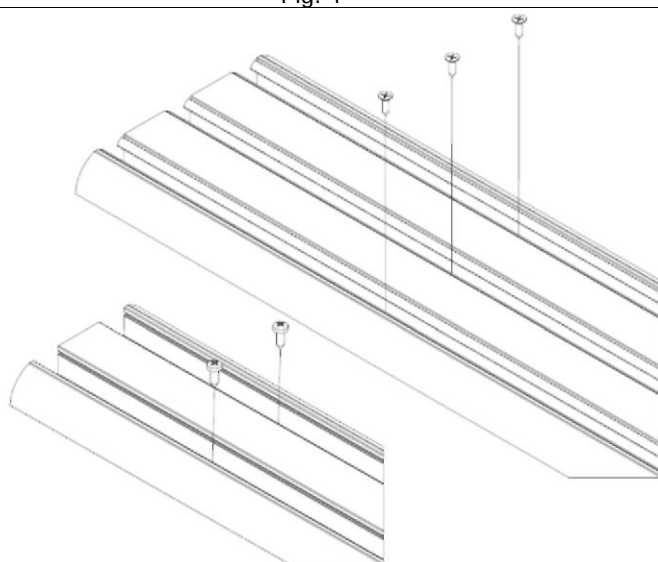

Fig. 5
5. Vissez le rail inférieur à la sous-structure en acier ST3,5x13. Nettoyez/soufflez soigneusement toute saleté du rail inférieur (fig. 5).